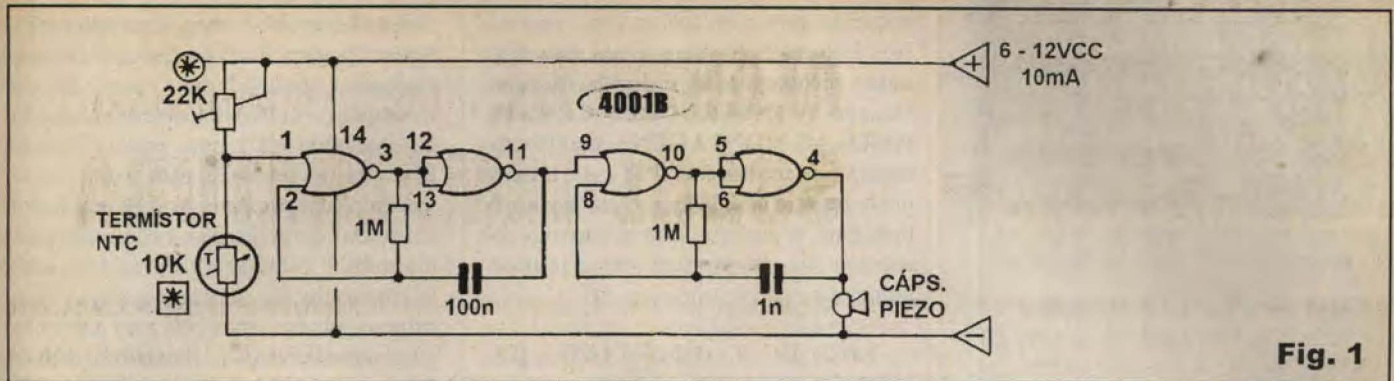

Fig. 1
- FIG. 1 - DIAGRAMA ESQUEMÁTICO DO CIRCUITO - A simplicidade e a eficiência levadas aos seus extremos, num casamento perfeito, prático, barato e preciso...! No núcleo ativo do circuito temos um integradinho da *família* digital C.MOS, o 4001B (muito barato e fácil de encontrar...), que contém 4 *gates* tipo NOR... Duas dessas portas digitais (as delimitadas pelos pinos 8-9-10 e 4-5-6...) estão organizadas em astável, capaz de oscilar em frequência de aproximadamente 600 Hz (um tom